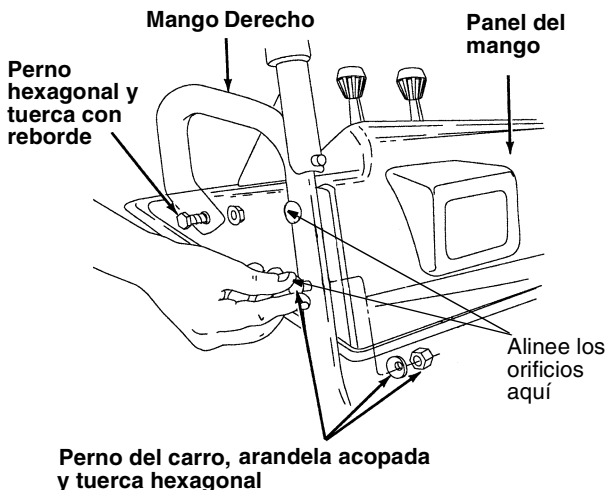

Figura 3
- Coloque el panel del mango en posición entre los mangos de manera que los extremos de la parte curvada de los mangos atraviesen las ranuras en el panel del mango. Alinee los orificios en el mango con los orificios en los dos lados del panel del mango. Vea la Figura 3.
- Fije el panel del mango al mango con dos pernos del carro, arandelas acopadas (lado acopado contra el panel del mango) y tuercas hexagonales de cada lado. Vea la Figura 3. Usted encontrará esos sujetadores en el conjunto de la ferretería (Grupo B en la página 43).
- Fije cada lado del reverso del panel del mango con un perno hexagonal de 1/4-20 y tuerca con reborde del conjunto de la ferretería (Grupo C en la página 43). Vea la Figura 3. No ajuste en este momento.